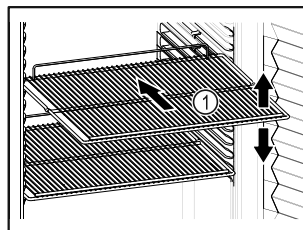

Fig. 57 Vejledende illustration
- Tilpas højden, når bæreristene Fig. 57 (1) kan flyttes.